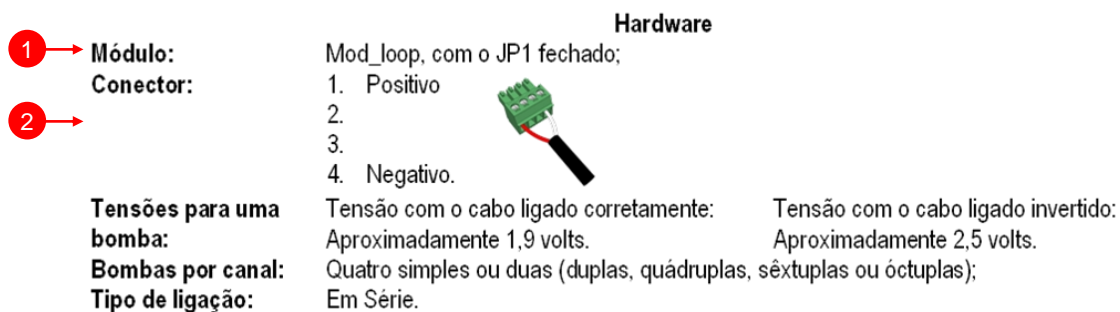

Fig. 35
O tipo de módulo deve ser consultado na documentação específica de cada bomba ou dispensador, conforme mostrado na fig. 35 item 1. Verificando novamente a documentação da bomba Gilbarco, encontramos a informação que o módulo a se utilizado é o Loop, com o jumper JP1 fechado.
A forma de conexão da bomba com a automação também deve ser consultada na documentação. Verificando na fig.35 que a conexão correta é positivo no pino 1 e negativo no pino 4.